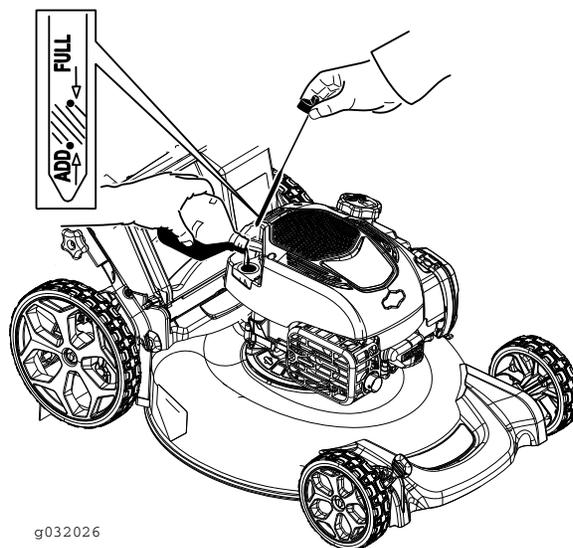

Figura 27
12. Rimuovete l'asta e controllate il livello dell'olio sull'asta (Figura 27).